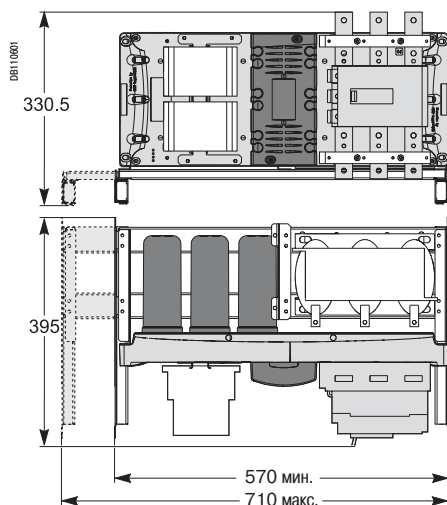

Рис. 6. Размеры модуля компенсации реактивной мощности
- Модуль компенсации реактивной мощности Varpack Harmony (рис. 6): от 20 до 60 кг в зависимости от номинальной мощности.